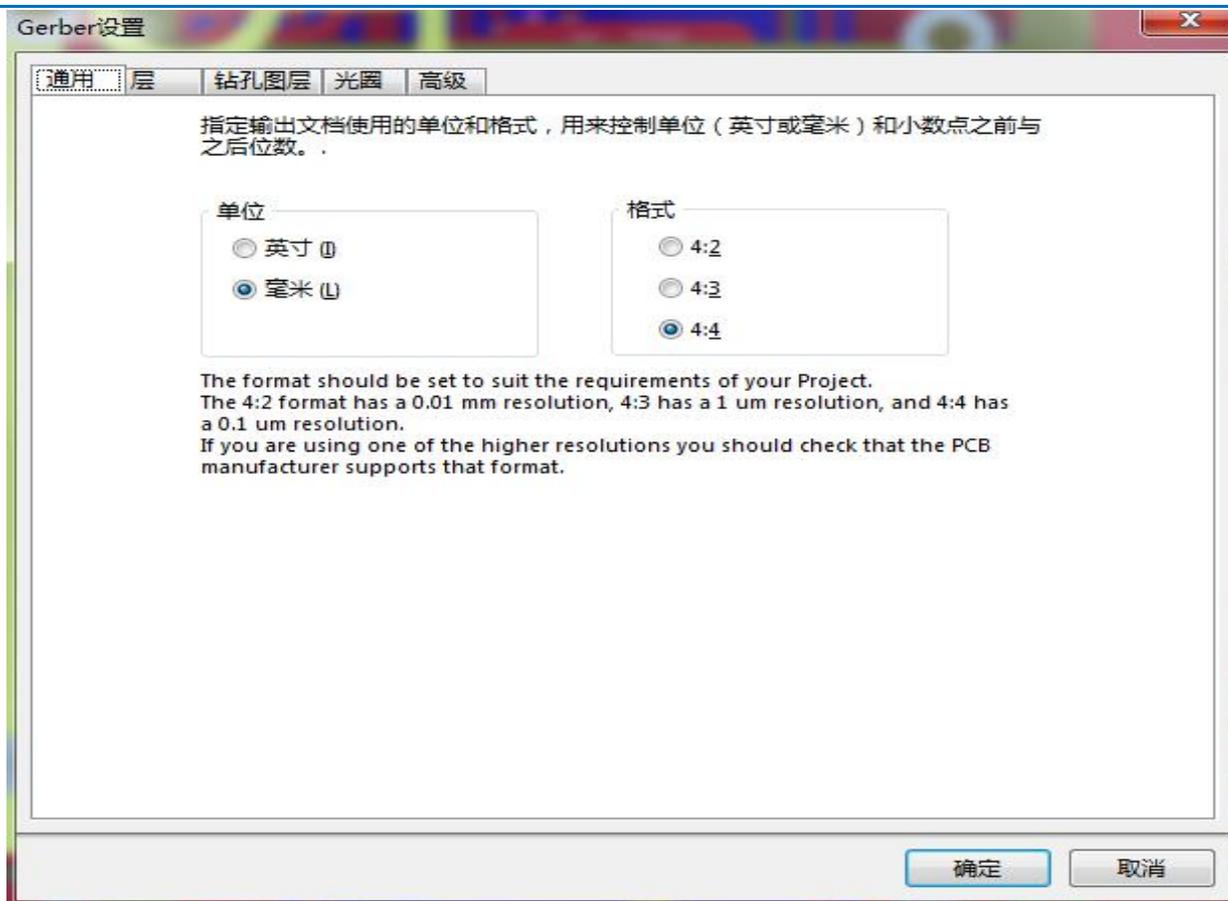

图5-47
(2)如图5-47所示，出现Gerber Setup(Gerber设置)对话框界面。注意：对于Gerber Setup设置对话框内的参数设置，可以咨询相关的PCB制板厂商。下面给出参数设置的方法：